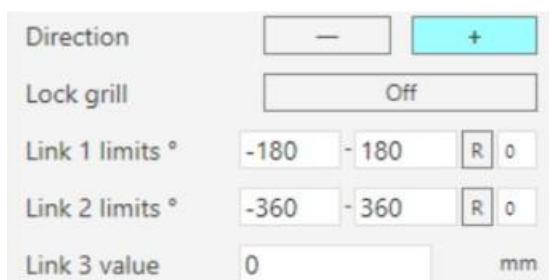

Рисунок 37 – Direction
- **Direction (направление):** изменить «конфигурацию» позиционера (рис.37).